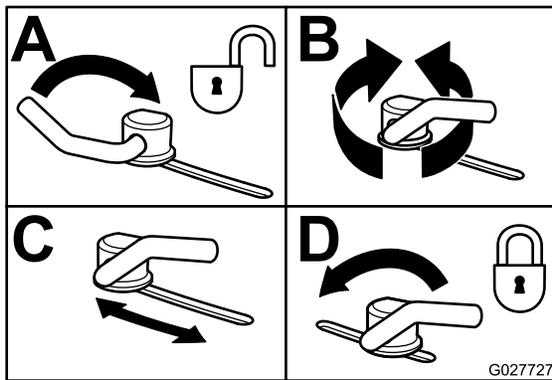

Figure 28
- Pour régler les verrous à came, soulevez le levier pour desserrer le verrou (Figure 28).
- Repoussez le levier à sa position d'origine pour serrer le déflecteur et les verrous (Figure 28).